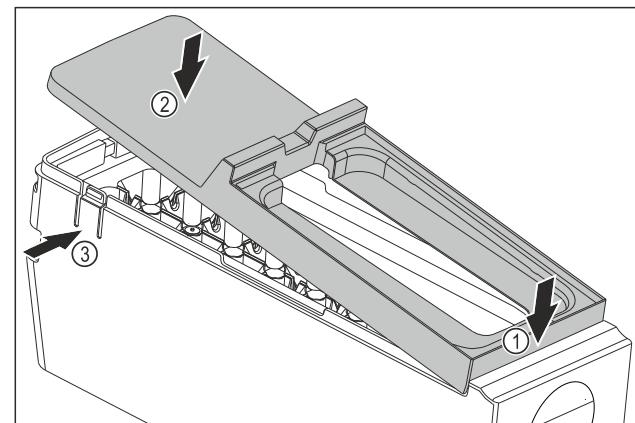

Fig. 146
- ▶ Montirajte pokrov glavnega dela EasyTwist-Ice: Pokrov spredaj namestite. Fig. 146 (1)
- ▶ Pokrov zadaj spuscite. Fig. 146 (2)
- ▶ Pokrov se slišno zaskoči v obe sponi Fig. 146 (3).